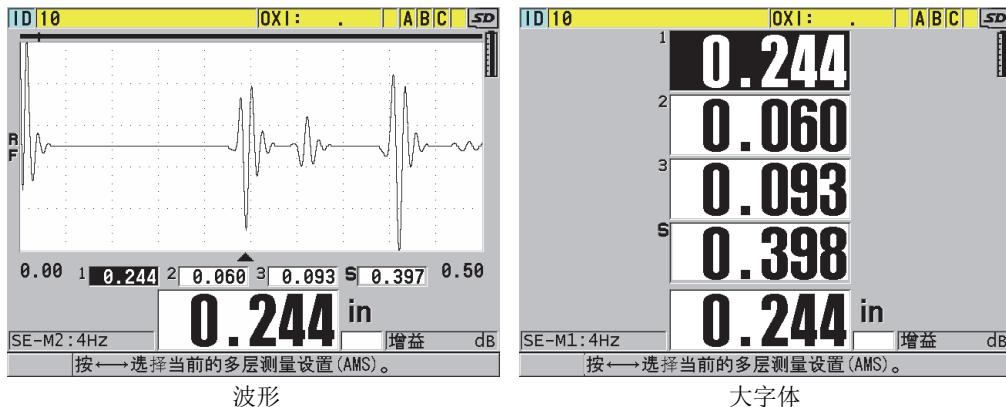

图 7-8 显示三个层厚度及厚度总和的多层测量显示模式
- d) 将**显示模式**设为以下选项中的一项 (参见第 109 页的图 7-8) :
- c) 将**显示模式**设为**波形或大字体**（参见第 109 页的图 7-8）。